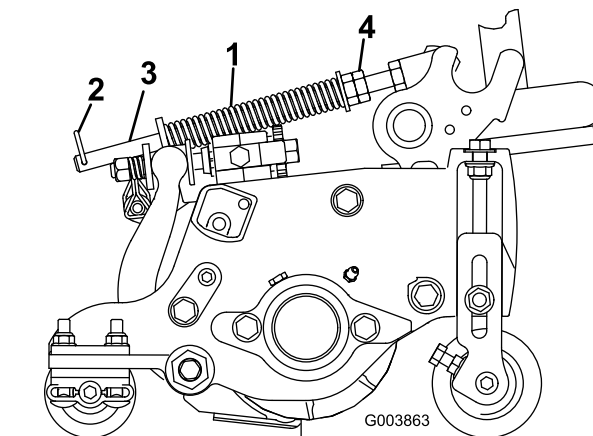

Bild 15
2. Ziehen Sie die Sechskantmuttern vorne an der Federstange an, bis die zusammengedrückte Länge der Feder am Reelmaster 5410 mit 12,7-cm-Mähwerken 12,7 cm oder am Reelmaster 5510 und 5610 mit 17,8-cm-Mähwerken 15,9 cm beträgt (Bild 15).
Die Rasenkompensierungsfeder (Bild 15) verlagert das Gewicht von der Front- zur Heckrolle. (Dies reduziert ein Bobbing genanntes Wellenmuster auf der Rasenfläche.)
1. Stellen Sie sicher, dass der Lastösenbolzen in das hintere Loch in der Federstange eingesetzt ist (Bild 15).